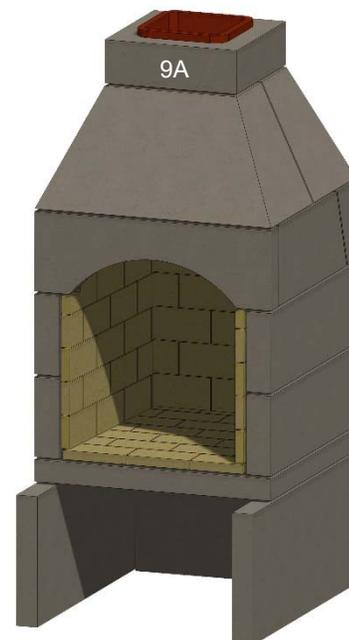

Figure 22. Conduit de cheminée
N. Installez la première section de cheminée en maçonnerie Stone Age (9A), avec la tuile s'étendant vers le haut. Remplissez le vide sur le fond avec du mortier pour créer une transition lisse. Voir la figure 22.